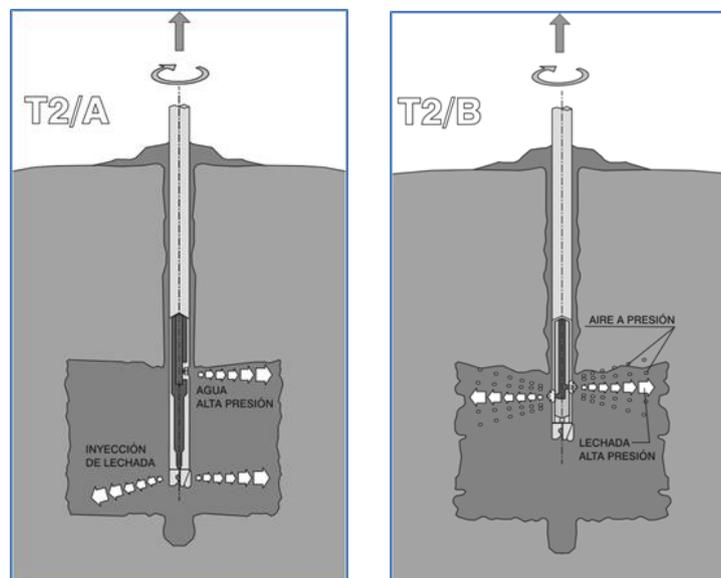
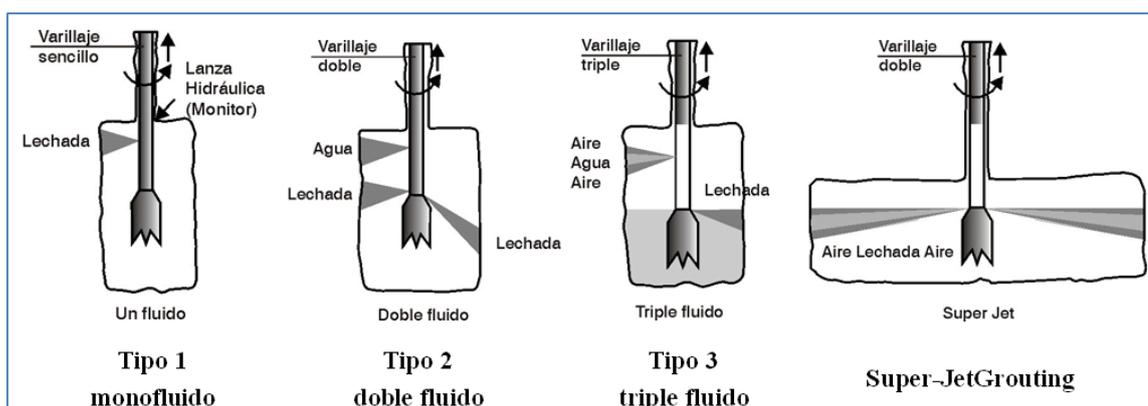

Figura 2. Esquema del jet 2
Figura 4. Esquema de súper jet grouting y de los sistemas convencionales Tipo 1, Tipo 2A y Tipo 3.
- **Súper jet grouting:** en la actualidad, cuando se quieren conseguir columnas de gran diámetro, normalmente mayor de 2 m, se recurre a lo que se denomina comúnmente súper jet grouting. Esta técnica utiliza, en general, un jet 2B (Figura 2) de alta energía, con presiones superiores a 500 a 600 bares, caudales de más de 300 litros/minuto y velocidades de ascenso adecuadas para inyectar cantidades de cemento superiores a unos 1.500 a 2.000 kg por metro de columna (Figura 4).